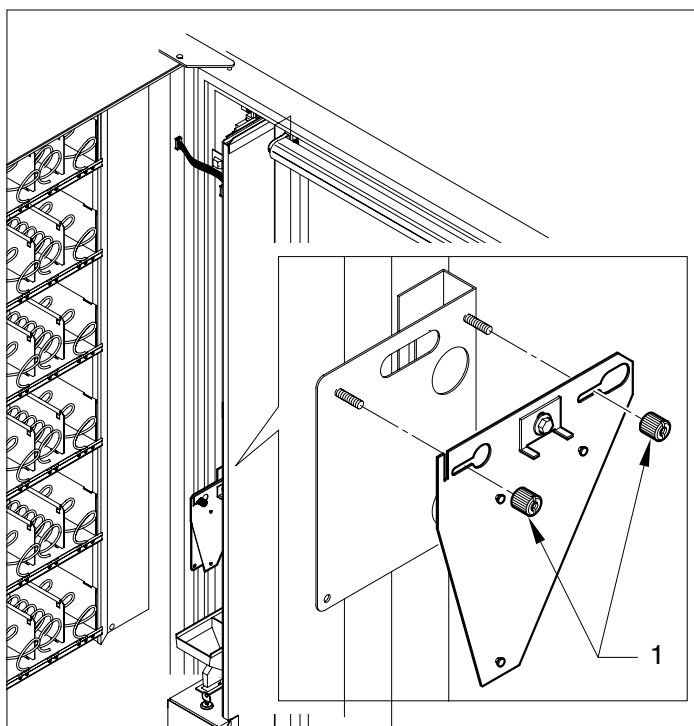

Fig. 6.12
- svitare le due manopole (Fig.6.12-pos.1)
- sfilare la staffa di sostegno dalla macchina (Fig.6.12)
- bloccare la staffa attraverso le due manopole (Fig.6.12-pos.1)